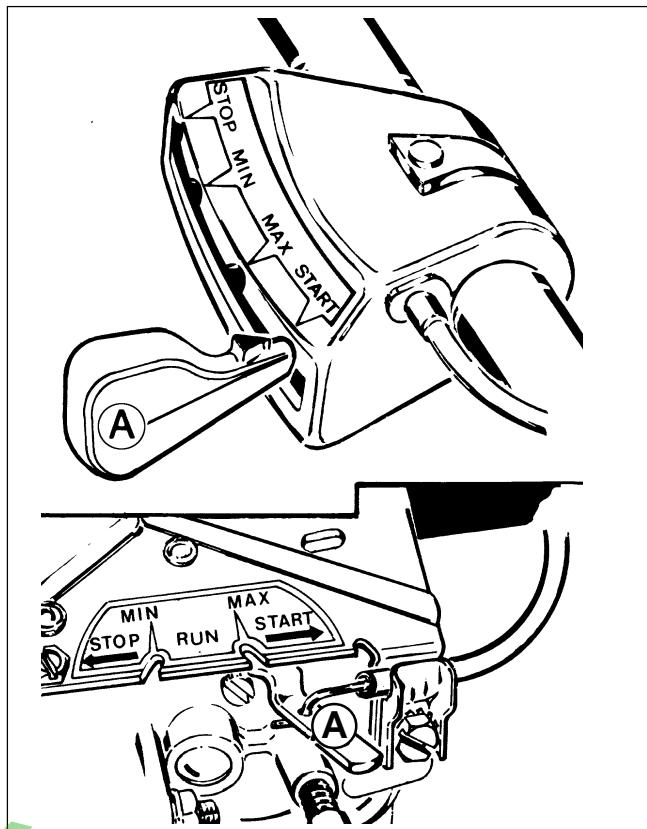

Fig. 6
- Contrôler l'ensemble commande à distance pour un réglage éventuel approprié. Avec le levier A en position CHOKE ou START le papillon d'air doit être complètement fermé (fig. 6).